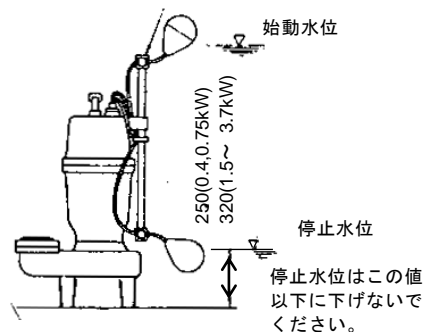

図 4
- 8) 自動形ポンプ(DLA型)は図4の通りにフロート位置を設定してください。なお、フロートスイッチが水槽の壁面や配管などに接触すると、フロートが動かなくなり、ポンプが始動停止しないことがありますので障害物から離してください。